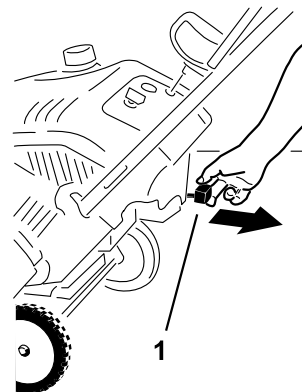
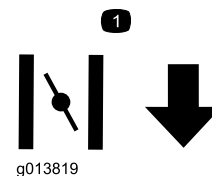

Figure 11
Figure 12
2. Tirez la commande de starter (Figure 11 et Figure 12).